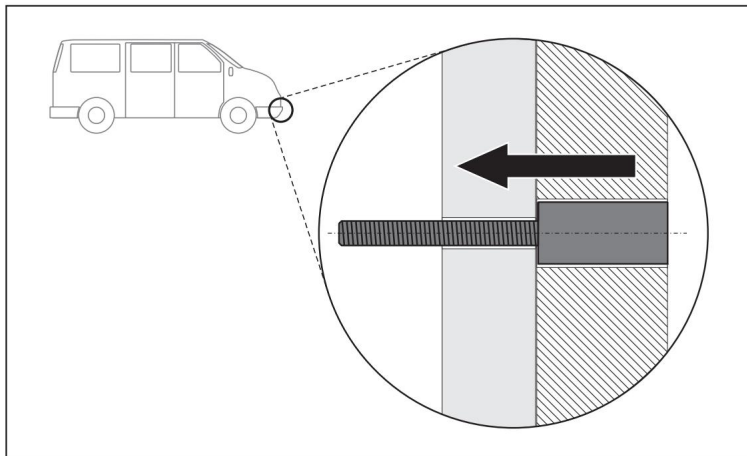

Fig. 4: Sentido de montagem dos parafusos espaçadores 1 travessa metálica, 2 rodapés
3. Insira os parafusos espaçadores nos orifícios pelo lado de fora (fig. 4).